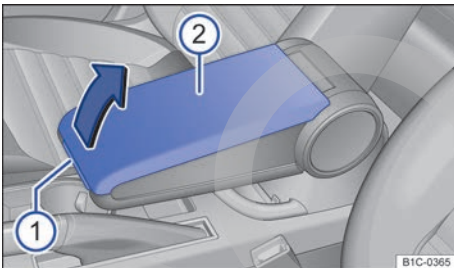

Fig. 90 En el reposabrazos central: portaobjetos.
- Para *abrir* el portaobjetos, presione la tecla → fig. 90 ① y levante la tapa ② en el sentido de la flecha.
- Para *cerrar* el portaobjetos, baje la tapa ②.